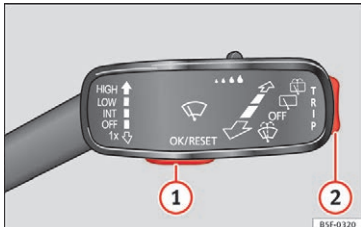
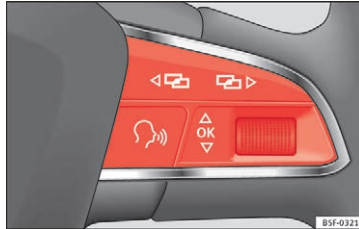

Fig. 39 Betjeningsarm til viskere: styreknapper
Fig. 40 Højre side af multifunktionsrat: styreknapper
Førerens informationssystem styres ved hjælp af knapperne på multifunktionsrattet » **Fig. 40** eller med betjeningsarmen til viskerne » **Fig. 39** (hvis bilen ikke har et multifunktionsrat).
- Hvis der vises en meddelelse eller et bil-symbol, skal du trykke på knappen » **Fig. 39** ① på betjeningsarmen til viskerne eller knappen **OK** på multifunktionsrattet » **Fig. 40**.
- Ved styring via betjeningsarmen til viskerne: Hold vippekappen » **Fig. 39** ② inde for at få vist hovedmenuen » Side 30 eller for at vende tilbage til hovedmenuen fra en anden menu.
ge på knapperne **◀** eller **▶** for at skifte mellem de enkelte hovedmenuer » **Fig. 40**.
- Tryk vippekappen » **Fig. 39** ② på betjeningsarmen til viskerne opad eller nedad, eller drej på hjulet på multifunktionsrattet » **Fig. 40**, indtil den ønskede menuoption bliver markeret.
- Tryk på knappen » **Fig. 39** ① på betjeningsarmen til viskerne eller på knappen **OK** på multifunktionsrattet » **Fig. 40** for at kalde undermenuen frem.
- Tryk på knappen » **Fig. 39** ① på betjeningsarmen til viskerne eller på knappen **OK** på multifunktionsrattet » **Fig. 40** for at markere eller bekræfte valget.
- *I biler med multifunktionsrat:* Tryk på vippeknappen  på betjeningsarmen til viskerne » Fig. 39.
- *I biler med multifunktionsrat:* Drej på indstillingshjulet » Fig. 40.